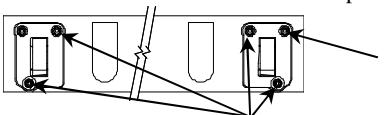

Figura 2.
1. Retire la moldura de la placa protectora inferior en la parte trasera del vehículo quitando los (5) tornillos y los (2) remaches plásticos que sujetan la placa protectora inferior al vehículo. Perfore el centro de las cabezas de los remaches usando un punzón pequeño o clavo romo. Deslice con cuidado un destornillador o herramienta de troquelado entre los paneles que cubren para aflojar los remaches y retirar la cabeza del remache restante. Trabaje desde afuera (ubicación del remache), halando lentamente la moldura de la placa protectora hacia arriba.
2. Quite o afloje los (2) paneles posteriores de apariencia en la parte inferior del vehículo para tener más espacio durante la instalación del enganche si fuera necesario.
4. Retire las (4) tuercas mariposa del parachoques. Ver Figura 2.